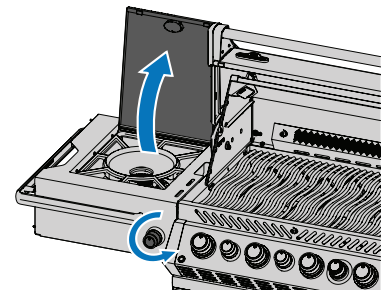

Fig. 2
4. Si el quemador no se enciende, gire el mando del quemador en sentido horario a la posición de apagado. Espere 5 minutos. Repita los pasos 2 y 3. (Fig. 2)